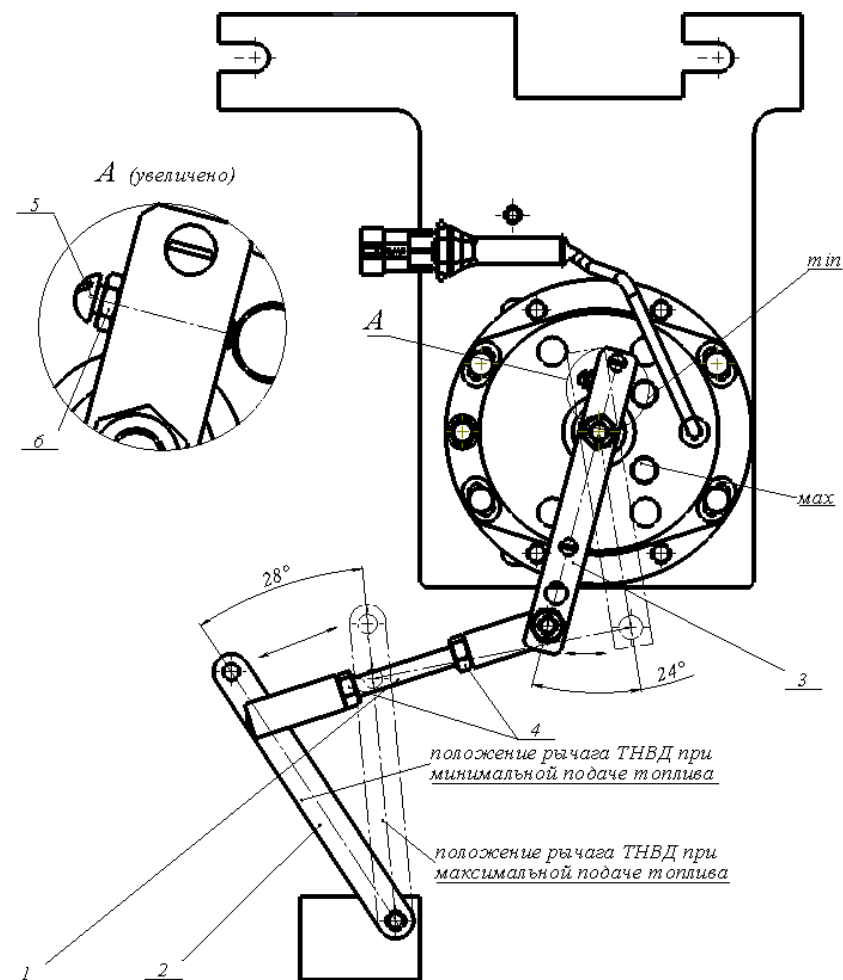

Рисунок 1.2 – Схема регулировки актуатора АП-01
Схема регулировки показана на рис. 1.2. Порядок действий при выполнении регулировочных работ:
1.Соединить сферический шарнир тяги 1 со вторым отверстием на рычаге ТНВД 2 (см. рис. 1.2).
2. Переместить рычаг ТНВД 2 по часовой стрелке до упора (штрихпунктирное положение рычага ТНВД при максимальной подаче топлива), а рычаг актуатора АП-01 3 против часовой стрелки до упора *max*. (см.рис. 1.2 штрихпунктирное положение рычага АП-01).
4. Переместить рычаг ТНВД 2 против часовой стрелки до упора, соответствующего минимальной подаче топлива (на рис. 1.2 сплошные линии). В этом положении отрегулировать глубину ввинчивания винта 5 рычага АП-01 так, чтобы конец винта упирался в упор *min* актуатора.